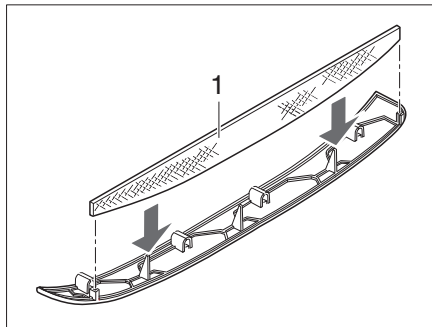
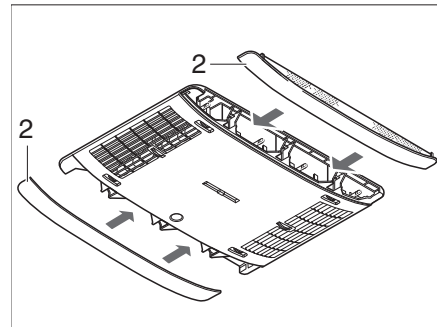

Bild 156 Luddfilter klimatanläggning
Bild 157 Paneler klimatanläggning
I panelerna (Bild 157,2) på sidorna finns två luddfilter. Luddfiltren måste rengöras regelbundet, dock minst var 6:e månad, och vid behov ska de bytas.
- Dra av panelerna (Bild 157,2) från luftspidaren och rengör luddfiltret (Bild 156,1) eller byt det vid behov.